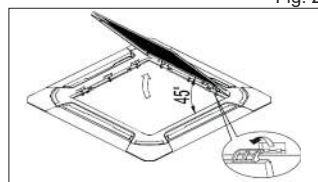

Fig. 2
-Aprire la griglia di 45° e sganciarla dalla cornice (Fig.2) e sganciarla dalla cornice